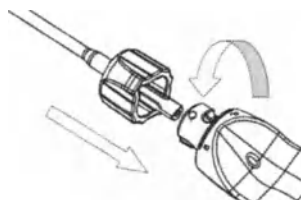

Рисунок 1
2. Совместите плоскую поверхность на проксимальном конце стержня с линией, обозначенной на дистальной грани байонетного соединения на рукоятке (см. рис. 1).